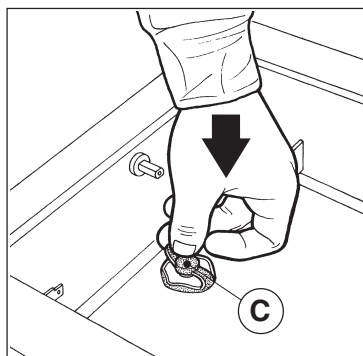

Fig. 4
- 5) Insérer le capuchon de protection (C) dans l'orifice central comme indiqué sur la (Fig. 4).